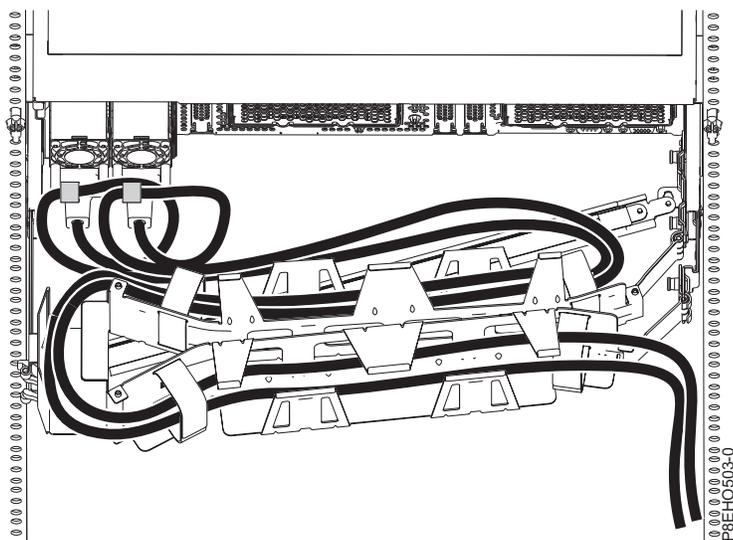
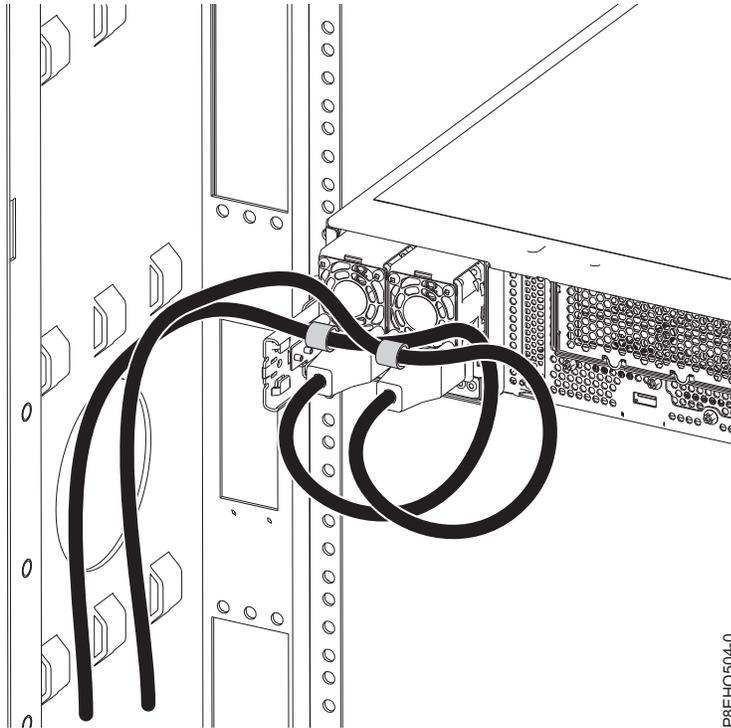

Figura 130. Loop de cabo de energia com roteamento do braço de gerenciamento do cabo. Os loops do cabo de energia no sentido anti-horário para a direita.
Figura 131. Loop do cabo de energia com roteamento da parede lateral. Os loops do cabo de energia no sentido anti-horário para a esquerda.
3. Faça o loop e conecte os cabos de energia na alça da fonte de alimentação. Observe como a energia é um loop; certifique-se de manter pelo menos 5 cm (2 pol.) loop de diâmetro. Há dois tipos de loops, detalhado no Figura 130 e Figura 131 na página 135. Use a fita de velcro para ligar o cabo de energia à alça da fonte de alimentação.